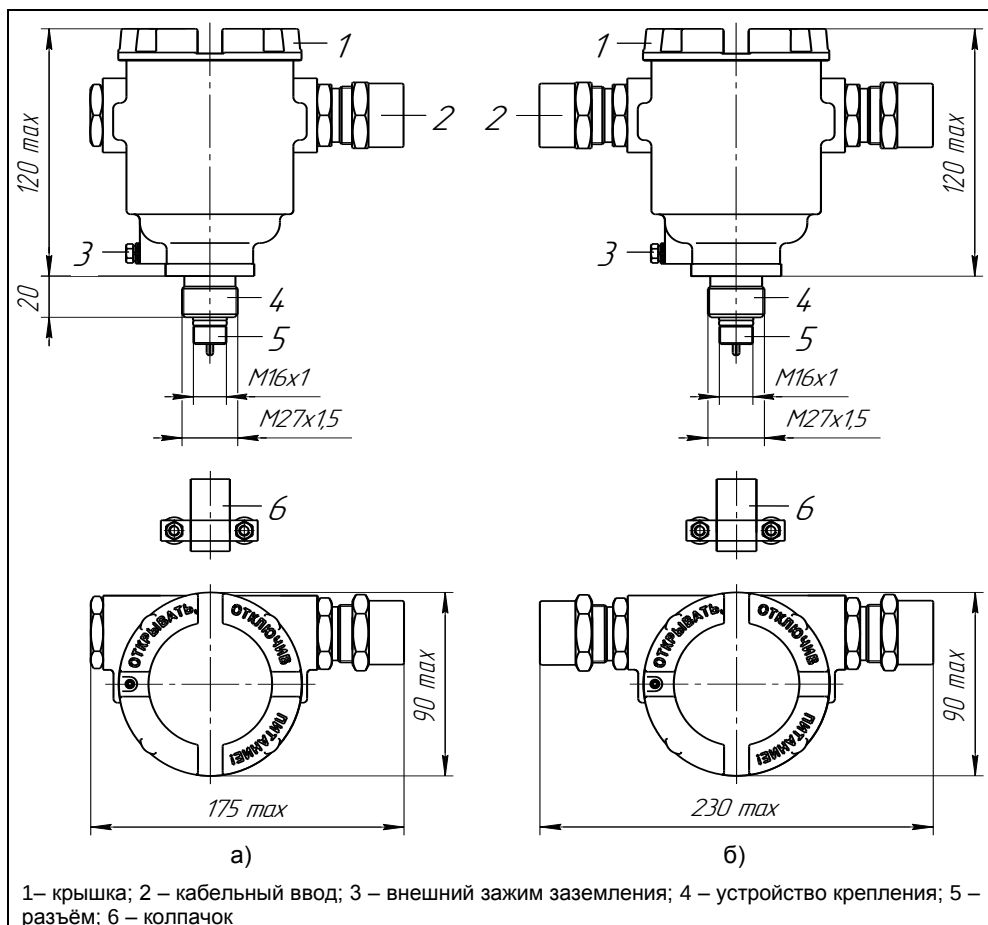

Рисунок 2 – Варианты исполнения корпуса:
1.4.2 Корпус преобразователя имеет съёмную крышку 1, один или два кабельных ввода 2, внешний зажим заземления 3, резьбовое устройство крепления 4, разъём 5 с резьбой для подключения соединителей или зондов (см. рисунок 2).
1.4.4 Преобразователь имеет на корпусе нерегулируемое резьбовое устройство крепления на резервуаре М27, изготавливаемое из стали 12X18H10T (см. рисунок 2).